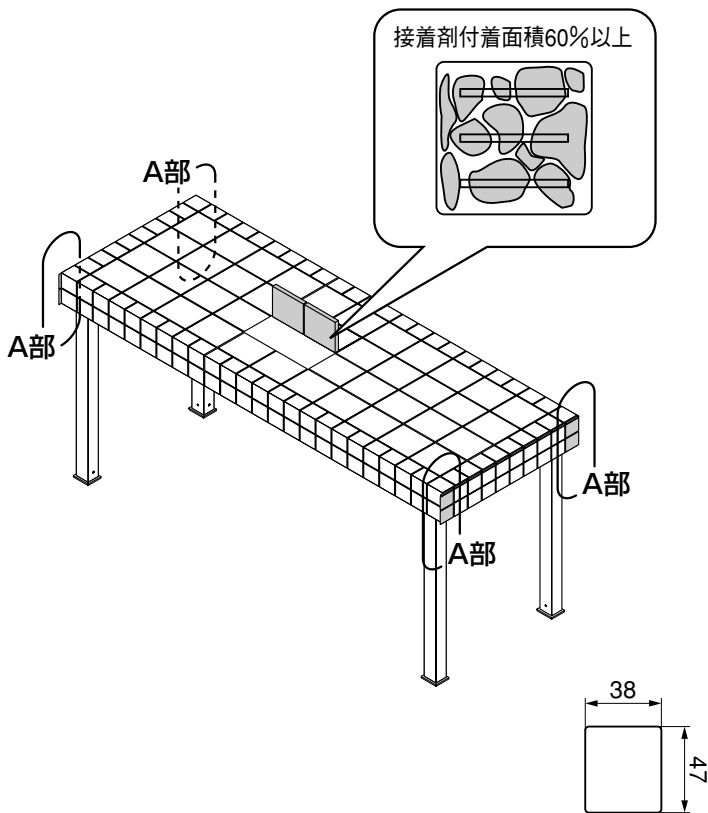

図2-2 A部タイル寸法
- ❶ タイルを張付けてください。1〜2枚のタイルを剥がし接着剤がタイル裏面の60%以上ついているのを確認してください。
- ❷ A部のタイルはカットして張付けてください。(図2-2参照)